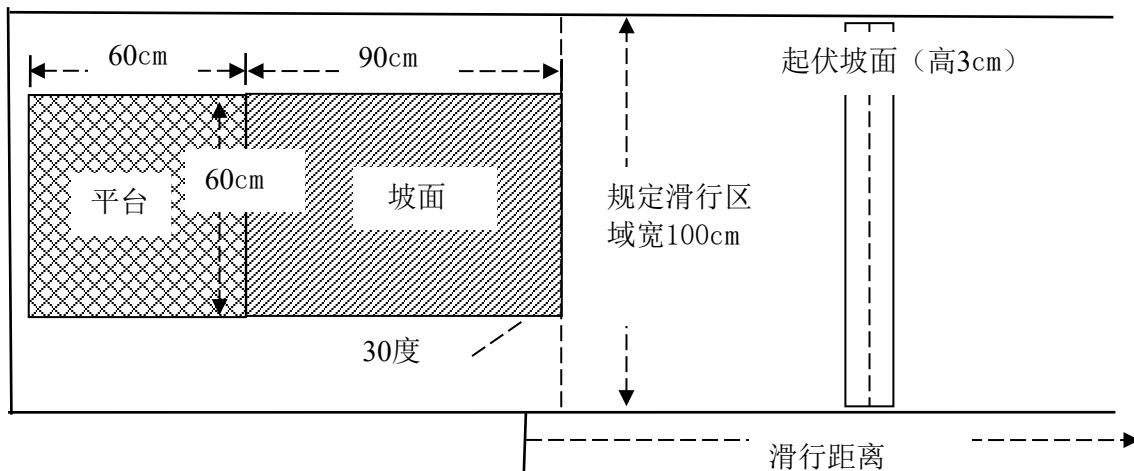
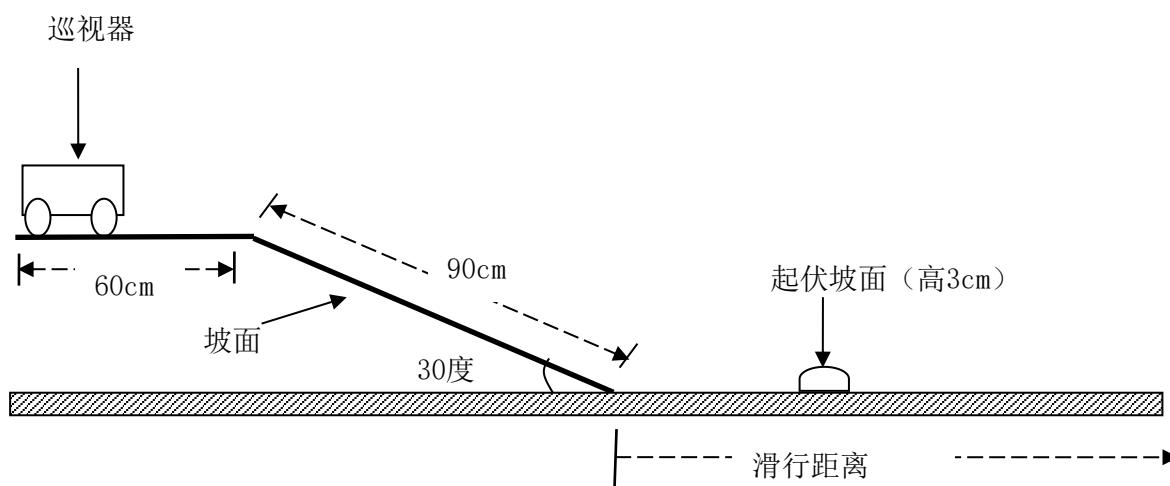

图1 滑行区域俯视图
图2 滑行区域侧视图
3. 小学低年级组和高年级组队员在车辆测试场地内(如图1、图2所示)先使用红外线遥控装置发出启动信号，车辆接受启动信号后从 60cm 的平台起点出发行驶至斜坡起点，再从长 90cm 、坡度为 30° 斜坡上静态释放，沿坡面在规定滑行区域内向前滑行，途中会经过一个高度 $\leq 3\text{cm}$ 的弧形起伏坡面，在车辆主体结构未严重损毁的前提下，保证车辆在规定区域内向前行进。